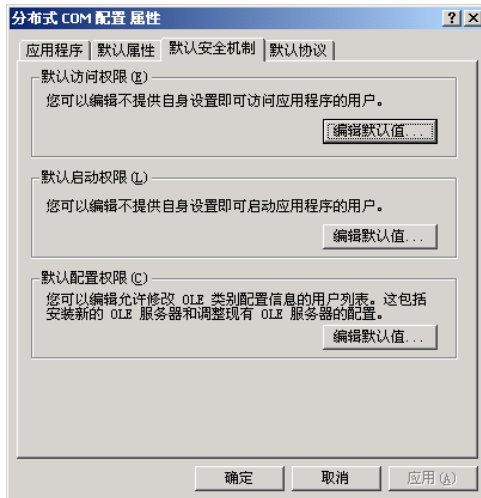

图 20.20 设置默认安全机制
- 点击“默认安全机制”属性页标签，进行定义，如下图 20.20 所示。